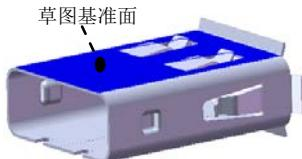

图 10.97 草图基准面
- (1) 选择命令。选择下拉菜单 **插入(I)** → **切除(C)** → **拉伸(E)…** 命令。
- (2) 定义特征的横断面草图。选取图 10.97 所示的表面作为草图基准面，在草图平面中